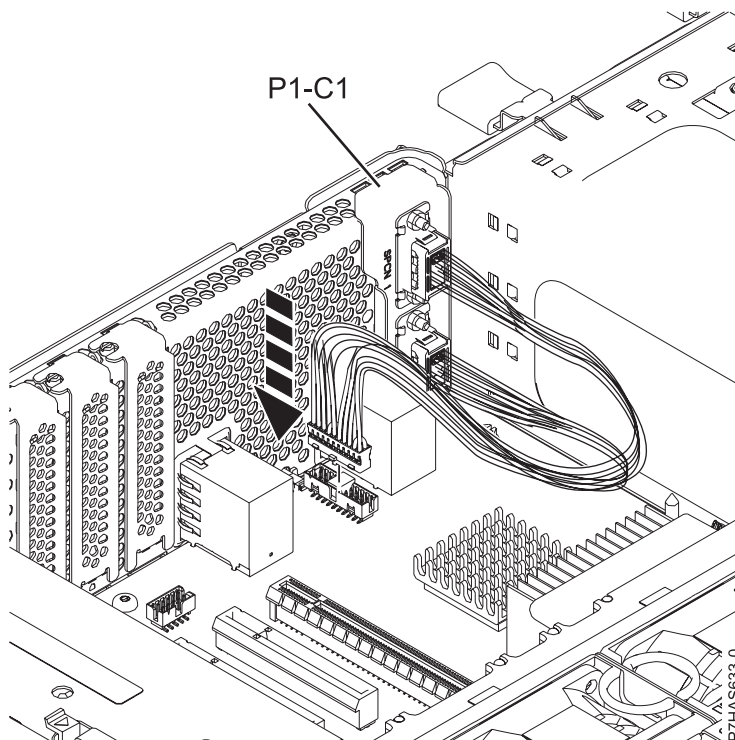

Figure 12. Remise en place de l'assemblage de câble SPCN
- a. Saisissez avec précaution l'assemblage de câble SPCN 2 ports FC EJ0G (C) (voir la figure 12, à la page 14) par la partie supérieure du taquet de la contre-poupée et alignez-le avec l'emplacement GX 1 (P1-C1) situé à l'arrière du châssis.
- c. Insérez l'autre extrémité du câble dans le connecteur situé sur le fond de panier du système (voir la figure 12, à la page 14).